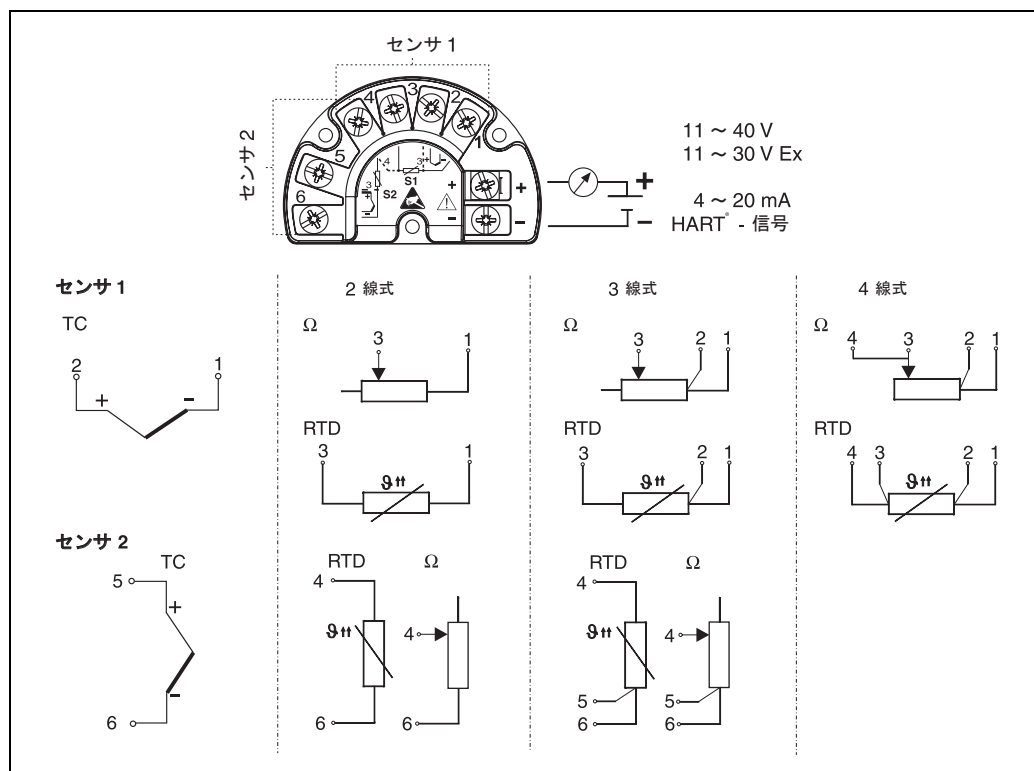

図 5: フィールド伝送器の配線
3. 導線を接続します(図5を参照)。
センサ接続のための端子割当てについては、図 5 を参照してください。2 台のセンサ入力に対して、以下の接続が可能です。
ケーブルは正しく接続されていますか？ 端子上の配線図と比較してください。または、図 5 を参照。	ハウジングの配線図を参照
セットアップおよび測定装置からの測定値の読み込みは、HART® プロトコルにより実施されます。デジタル通信は、4 ~ 20 mA 電流出力 HART® により行われます (図 5 および 6 を参照)。以下のような、さまざまなセットアップ方法を利用できます。